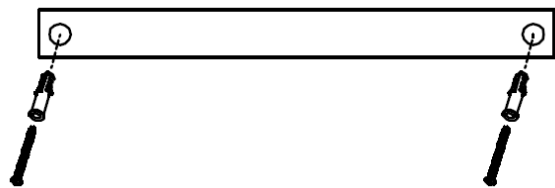

Рис.2
- Используя размерный лист, отметьте на стене, а затем просверлите два верхних отверстия, вставьте в них дюбеля и закрепите винтами (Рис.2).